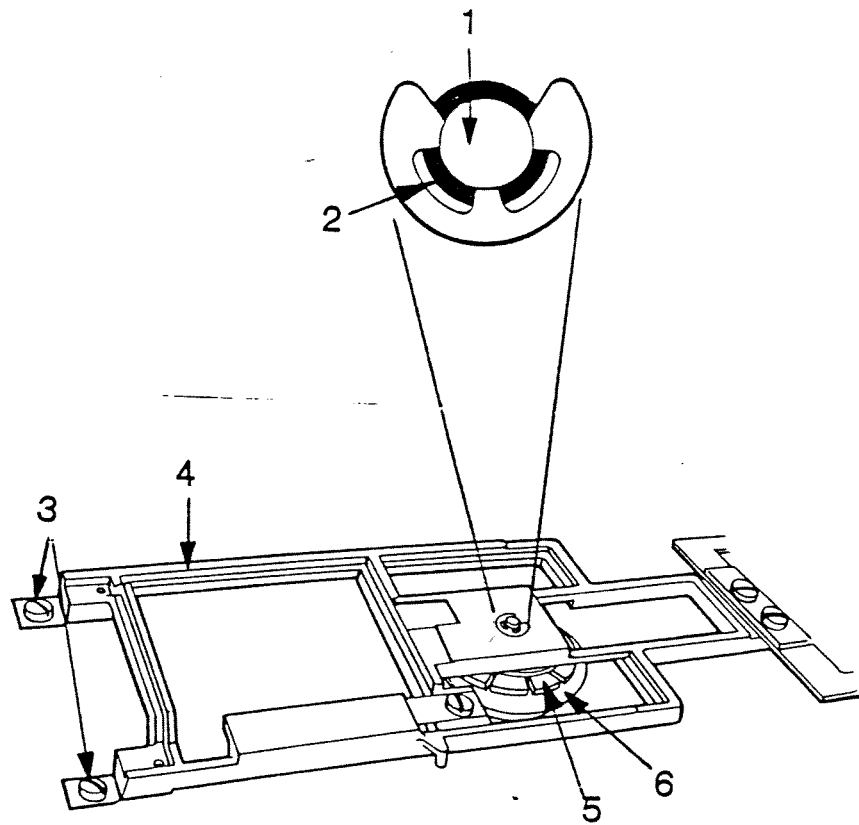

FIGURE 1
2. Schauen Sie direkt auf die Achse des Andruckkegels hinunter (Abbildung 1, #1), schließen Sie die Klappe und vergewissern Sie sich, daß die Achse zentriert ist.
4. Wenn die Achse nicht zentriert ist (d.h. wenn die Achse die Seite des Lochs im Gußstück berührt (Abbildung 1, #2)), fahren Sie mit Schritt 5 fort.